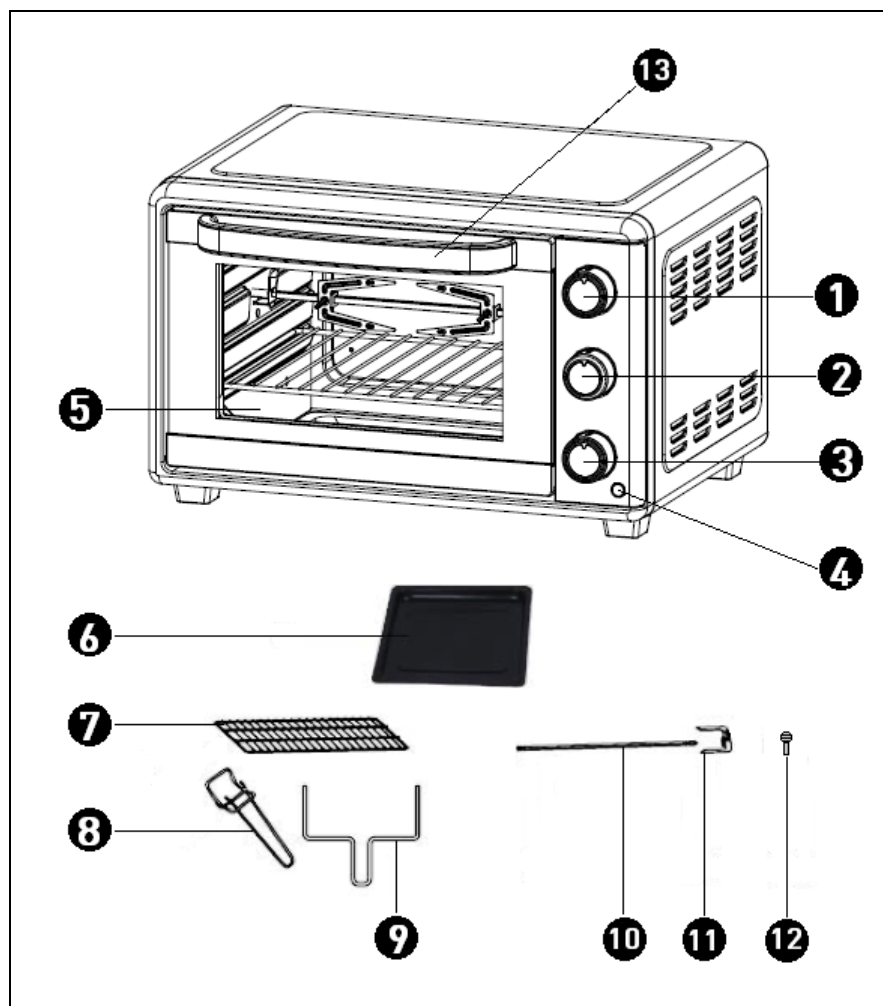

Abb. 1
2. Prüfen Sie, ob die Lieferung vollständig ist (siehe Abb. 1).